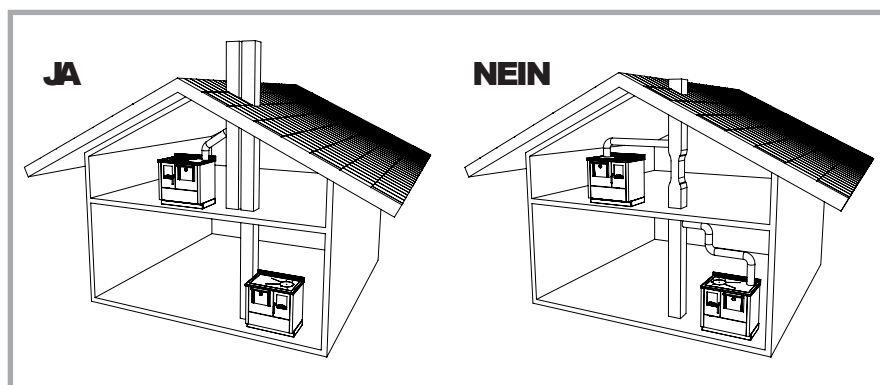

Abb. 4 - Beispiele für falsche und richtige Ausführung des Rauchabzugs
Der Schornstein muss, unter Berücksichtigung der allgemeinen Umgebungs- und Umweltbedingungen, für den Anschluss des ausgewählten Holzherdes geeignet sein. Sein Querschnitt muss so dimensioniert sein, dass der Rauch ohne Schwierigkeiten aus dem Herd abziehen kann. Bei Überdimensionierung würde sich der Schornstein nicht schnell genug erwärmen, was Kondenswasserbildung so wie schlechten Rauchzug zur Folge haben könnte. In Tabelle 1 ist der empfohlene Durchmesser für den Rauchabzug, je nach Holzherd-Modell und Höhe des Schornsteins (H) angeführt. Die Höhe des Schornsteins muss so bemessen sein, dass ein optimaler Rauchabzug für das ausgewählte Herdmodell garantiert wird. Je höher der Schornstein, desto besser ist der Rauchzug. Bei einer Schornsteinhöhe unter 4 Metern ist ein einwandfreier Betrieb des Herdes nicht gewährleistet. Abgasrohre dürfen keine gewundenen oder waagrechten Abschnitte aufweisen und müssen immer mit Steigung zum Schornstein hin, montiert werden; die Anzahl der Rohrbögen ist auf ein Minimum zu beschränken. Abb. 4 zeigt einige Beispiele für die richtige und falsche Ausführung des Rauchabzugs.